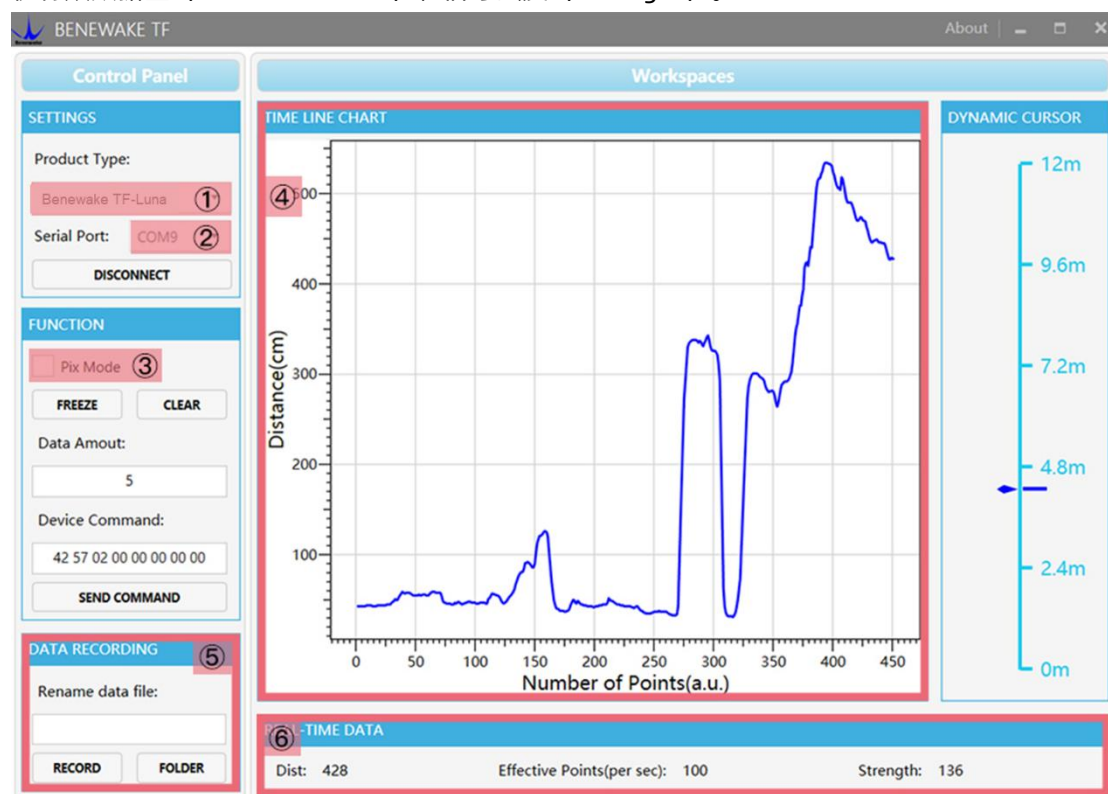

图 4-2 上位机界面及显示
(3) 看上位机连接与读数
如图 4-2，打开 TF 上位机，选择『① TF-Luna』，并选择自动识别的占用串口(这里是『② COM9』)。